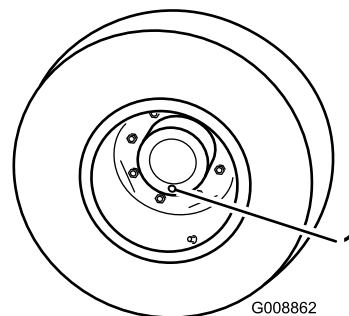

Figura 103
1. Con la macchina parcheggiata su una superficie piana, posizionate la ruota in modo che un tappo di controllo si trovi nella posizione inferiore (ore 6) (Figura 103).